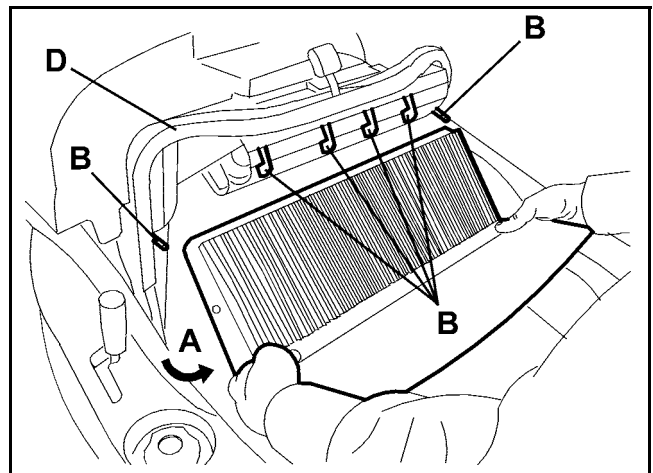

Figure 18
6. Déposer le filtre à poussière en le tournant dans la direction de la flèche (A, Fig. 18) pour le dégager des pivots (B), puis l'abaisser pour le dégager des peignes (C) du secoueur.
11. Nettoyer le joint (D, Fig. 18) du conteneur déchets le long du périmètre et en vérifier l'intégrité et l'étanchéité. En cas contraire, la remplacer.